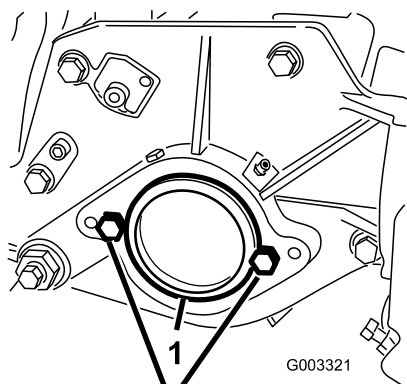

図 7
2. カッティングユニット右側のベアリングハウジングについているプラスチック製のプラグを外す 図 7。
3. 右側サイドプレートから、ボルト2本を外す 図 7。
5. カッティングユニットの左サイドプレートにリールモータ取り付け用のボルト2本を取り付ける 図 7。